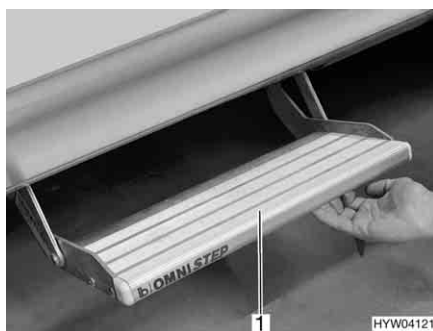

Fig. 13 Scalino di ingresso (integrato)
- Afferrare dal basso lo scalino di ingresso (Fig. 13,1) ed estrarlo finché non si innesta.
- Afferrare dal basso lo scalino di ingresso (Fig. 13,1) e sollevarlo leggermente.